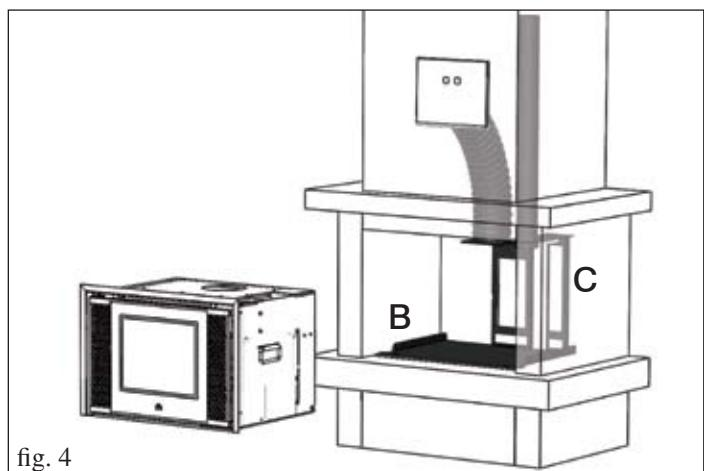

fig. 4
- Installer la plaque d'appui (B) du kit dans la position définitive d'INPELLET 49 (fig. 4). Fixer la plaque (B) avec les boulons fournis.